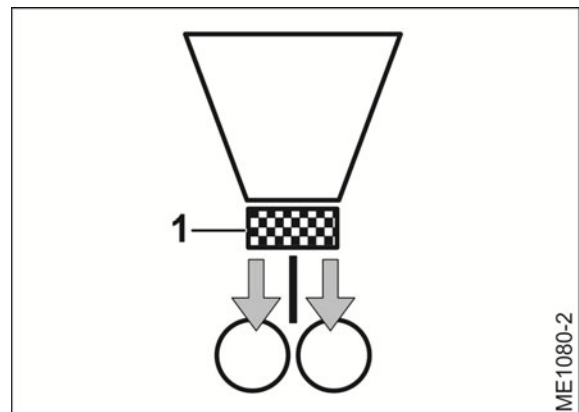

Bild 92
- försörjer en doserare (Bild 92/1) båda fördelarhuvuden jämnt med utsäde eller gödsel.